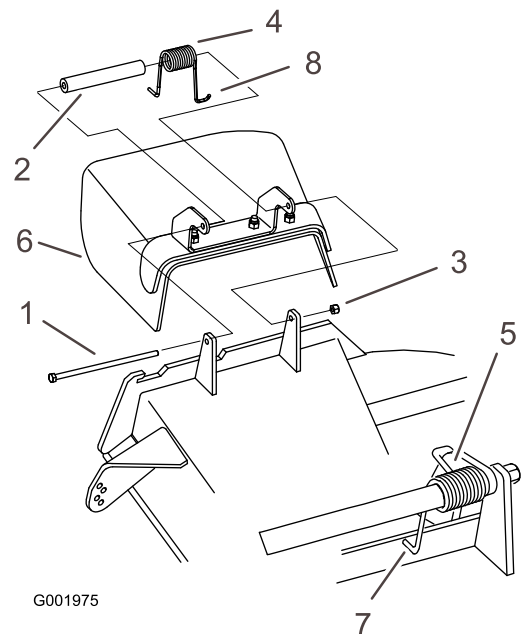

Figure 60
1. Retirez le contre-écrou, le boulon, le ressort et l'entretoise qui fixent le déflecteur aux supports de pivot (Figure 60). Enlevez le déflecteur s'il est endommagé ou usé.
**Remarque:** Prenez soin de placer l'extrémité en **L** du ressort derrière le bord du plateau avant de mettre le boulon en place, comme indiqué à la Figure 60.
3. Remettez le boulon et l'écrou. Accrochez l'extrémité en **J** du ressort au déflecteur d'herbe (Figure 60).